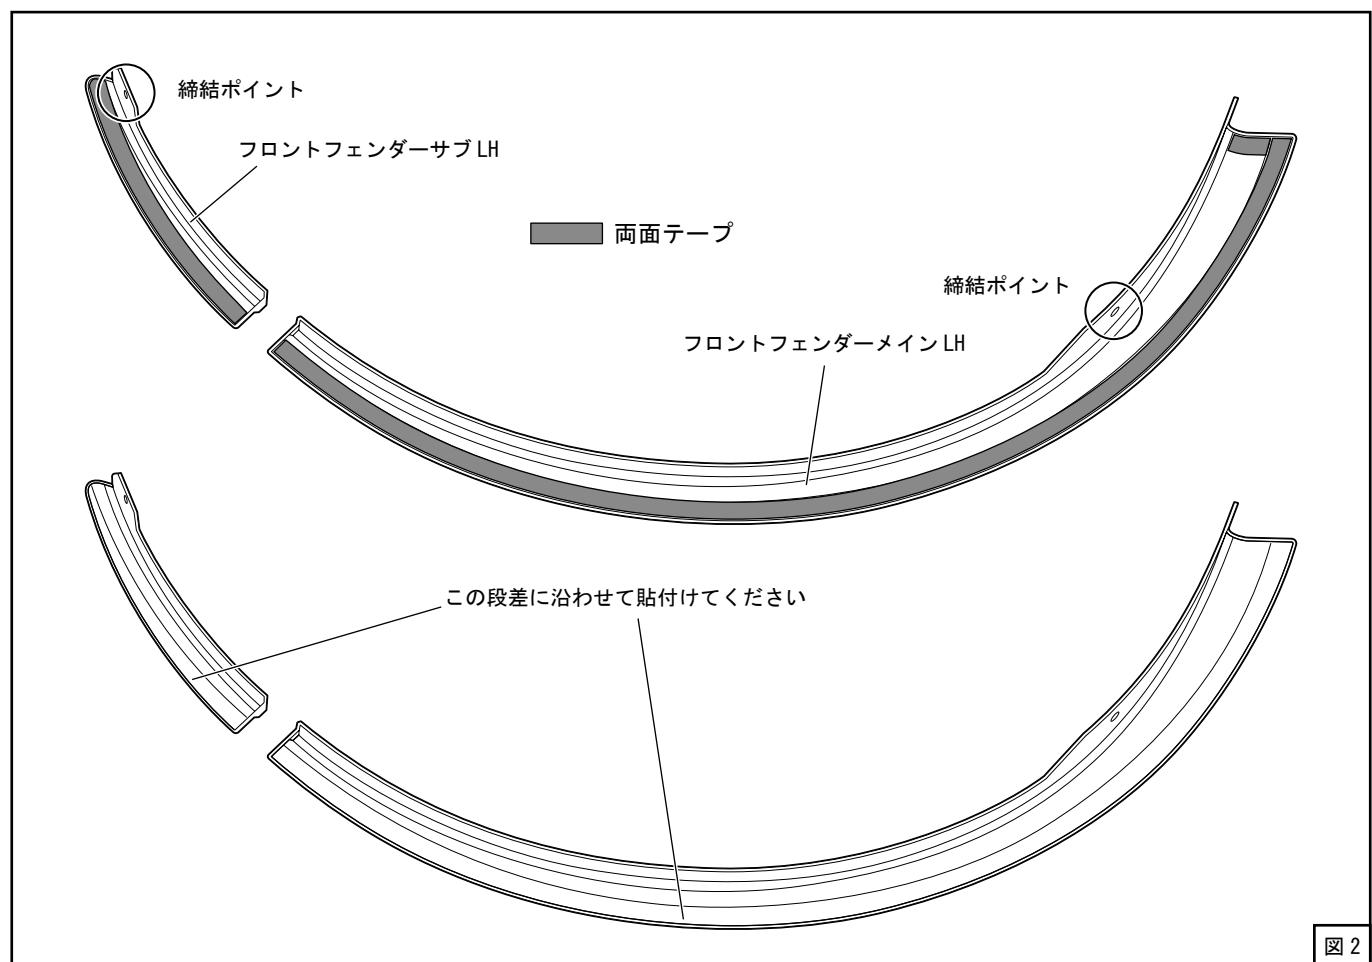

図2
- (3) 貼付け箇所を脱脂してフロントフェンダーメインLHおよびフロントフェンダーサブLH裏面に両面テープを貼付けてください。(図2)
それぞれ図2を参照してカットして使用してください。